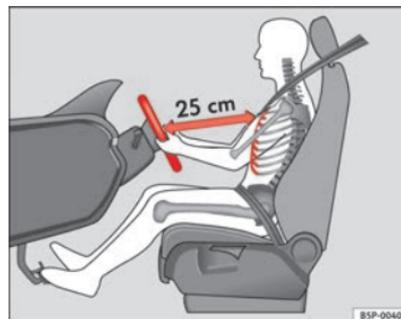

Fig. 138 Posição correcta do banco do condutor
- Ajustar o volante até atingir a posição pretendida ⇒ Fig. 138.
- Ajustar o banco do condutor ou o volante, de modo a que a distância entre o volante e o tórax seja de pelo menos 25 cm ⇒ Fig. 138. Se não se respeitar a distância mínima, o sistema de airbag não pode exercer a sua função de protecção – perigo de morte!